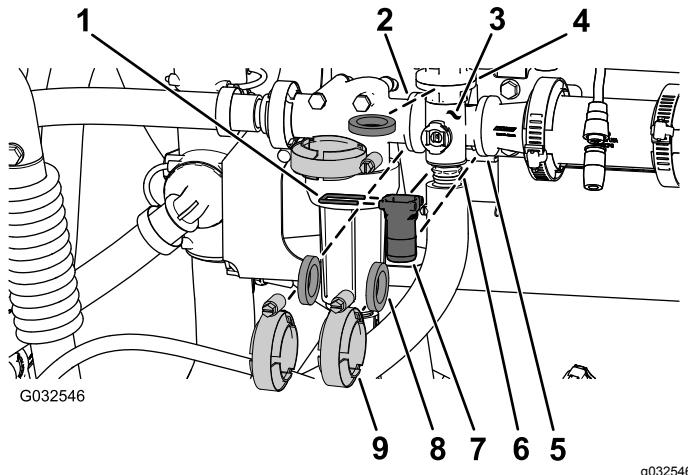

Figura 102
1. Retire las abrazaderas, las juntas, la conexión rápida y el pasador de conexión rápida que sujetan el distribuidor de la válvula de agitación a la válvula de desvío de agitación, la cabeza del filtro de presión, el racor reductor y el acoplamiento del adaptador (válvula de control de agitación) como se muestra en Figura 102.